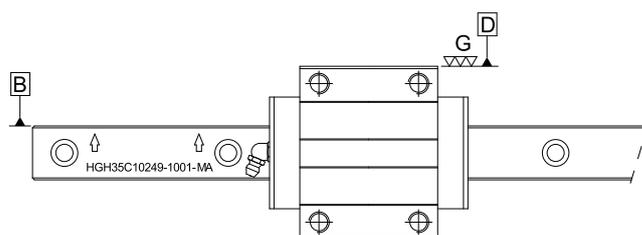

Figura 2
- Reconhecimento do plano de referência: O plano de referência (B) do trilho é o lado indicado pela seta, que está marcado na superfície superior do trilho. O plano de referência do bloco é a superfície lisa do solo, indicada como D na Figura 2.